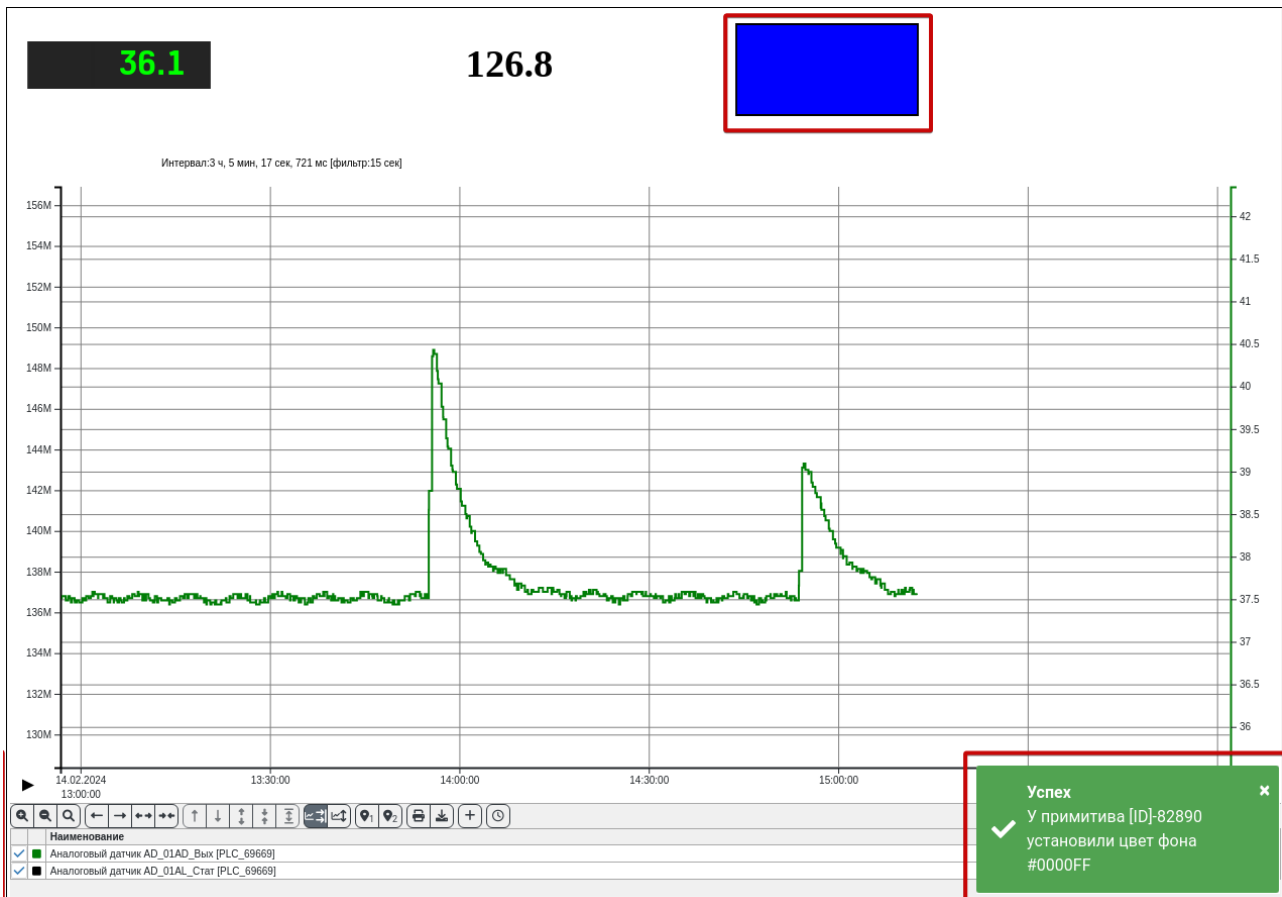

Рисунок 14.3. Успешный запуск скрипта
- 4) Убедитесь, что при нажатии на примитив "Прямоугольник" срабатывает рецептор (в нашем случае - это "запустить скрипт"), скрипт выполняется (в нашем случае цвет фона примитива должен измениться на синий) (рис. 14.3).